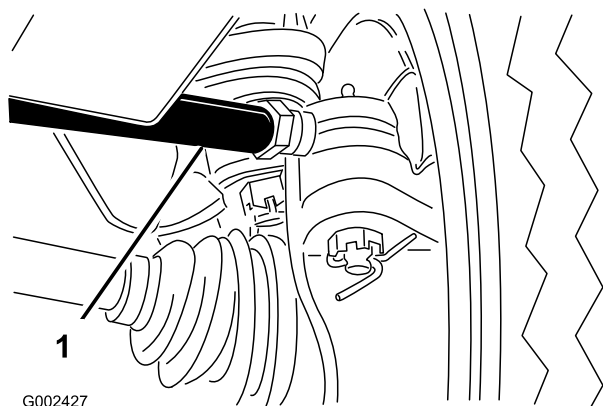

Figura 58
- Sul pneumatico anteriore sinistro, allentate i controdadi da entrambe le estremità del tornichetto (Figura 58).